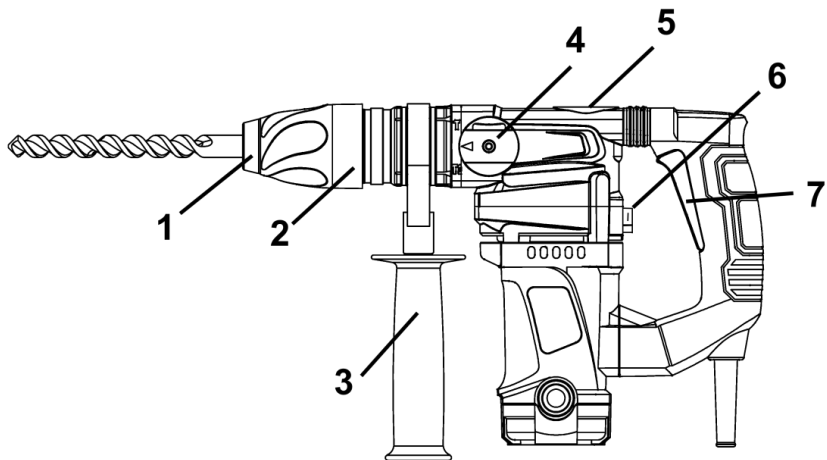

Рисунок 1
**4.1** Выберите необходимый режим работы изделия с помощью переключателей (4) и (6) (см. рисунок 1).
- Ударно-вращательный режим – переключатель (4) в положении **T1**, переключатель (6) (задний) в положении **T1**.
- Ударный режим – переключатель (4) в положении **T**, переключатель (6) в положении **T1**.
- Вращательный режим – переключатель (4) в **T1** положении, переключатель (6) в положении **1**.
**4.2** Для включения изделия нажмите на курок выключателя (7) (рис. 1). Для отключения изделия следует курок отпустить.